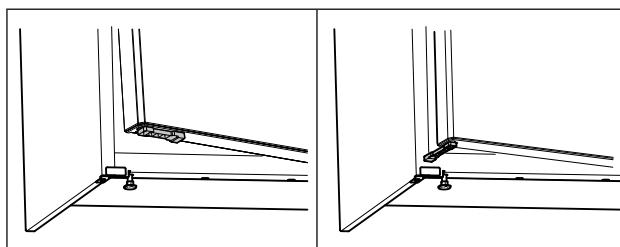

Fig. 62 \*
- Завъртете ограничителя за отваряне на вратата на 90°. (вж Fig. 62) \*